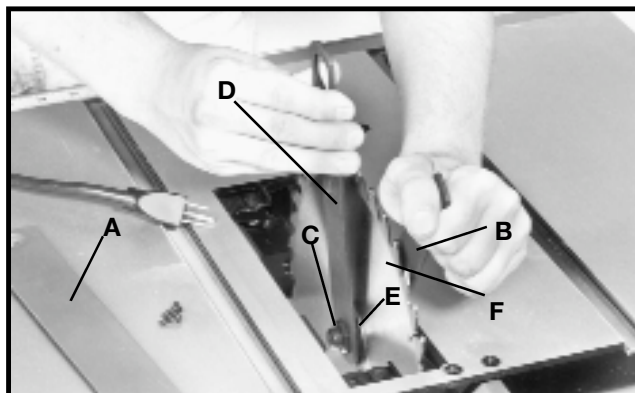

Fig. 44
1. Eleve la hoja de la sierra a la altura máxima y extraiga el inserto para mesa (A), Fig. 44.
2. Con la llave abierta (B), Fig. 44, colóquela en las partes planas en el interior de la brida de la hoja para evitar que el eje de la sierra gire y retire la tuerca del eje (C) con la llave (D). Gire la tuerca (C) en el sentido contrario a las agujas del reloj para extraerla. Quite la brida externa de la hoja (E) y la hoja de la sierra (F).
3. Ensamble la hoja nueva, asegúrese de que los dientes de la hoja apunten hacia abajo en la parte delantera de la mesa de la sierra y ensamble la brida externa (E), Fig. 44, y la tuerca de eje (C). Ajuste la tuerca (C) con la llave (D) girándola en el sentido de las agujas del reloj mientras sujeta el eje inmóvil con la otra llave (B).